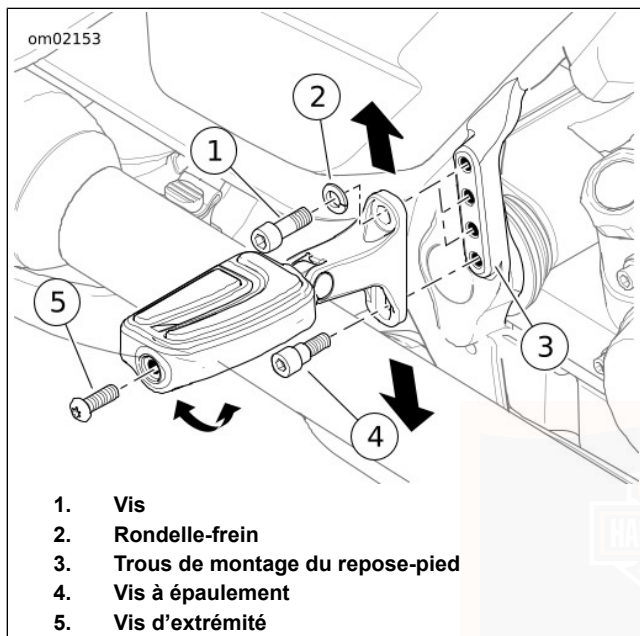

Figure 23. Repose-pied du passager
1. Voir Figure 23. Déposer la vis du support supérieur (1) et la rondelle (2).
1. Voir Figure 23. Desserrer la vis d'extrémité (5).